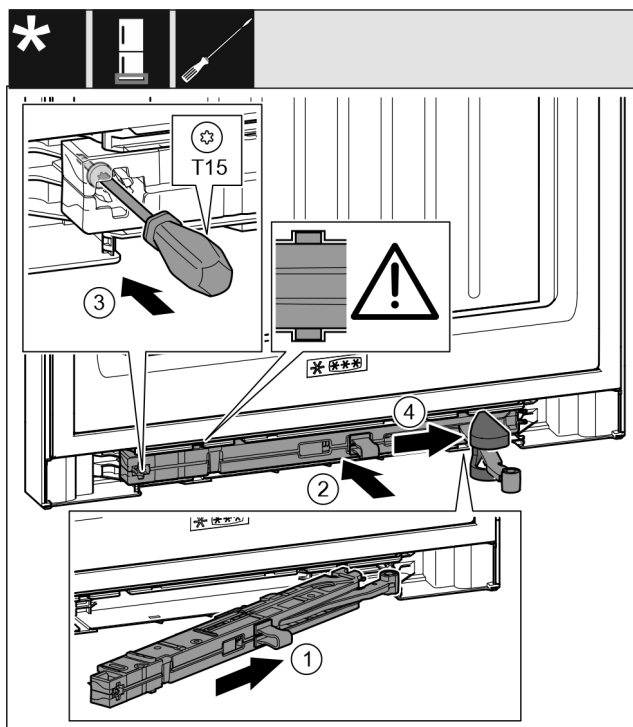

Fig. 62
- ▶ Sluitdemperunit Fig. 62 (1) aan de lagerbokzijde tot aan de aanslag schuin in de uitsparing schuiven.
- ▶ Sluitdemperunit Fig. 62 (2) volledig in de uitsparing schuiven.
- ▶ Schroef Fig. 62 (3) met een schroevendraaier vastschroeven.
- ▶ Afdekking Fig. 62 (4) over scharnier schuiven.